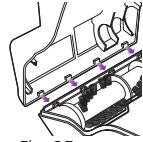

Fig. 25
- 3 Para volver a armarla, inserte las trabas del borde del frente de la cubierta inferior en los orificios correspondientes de la mitad superior e inclínela nuevamente hacia abajo hasta que se traben en su lugar. (Fig. 25)